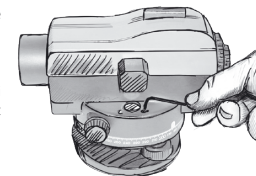

Abb. 8
- Wiederholen Sie den Vorgang, bis die Libellenblase auch bei Drehungen des Geräts zentriert bleibt (Abb.8).